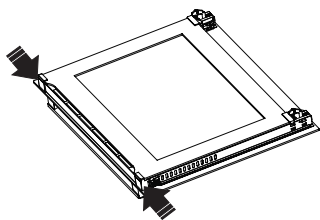
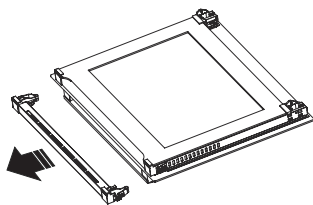
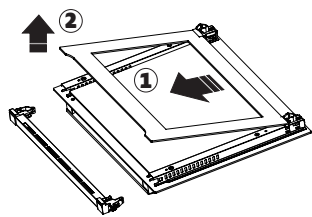

Figura 17
Figura 18
Figura 19
**1.** Premere i fermi in plastica sul lato sinistro e destro come mostrato in figura 17 e sollevare il profilo tirandolo verso di sé come mostrato in figura 18. Il vetro è libero dopo aver rimosso il profilo come mostrato in figura 19. Tirare con cautela il vetro che si è disinserito verso di sé. Se necessario, il vetro centrale può essere rimosso nello stesso modo. Il vetro esterno è fissato al profilo dello sportello del forno. I vetri possono essere facilmente puliti dopo che sono stati separati. Una volta completata l'operazione di pulizia e manutenzione è possibile sostituire i vetri e il profilo eseguendo la procedura di rimozione in senso inverso. Assicurarsi che il vetro sia inserito nella direzione corretta e che il profilo si adatti correttamente.